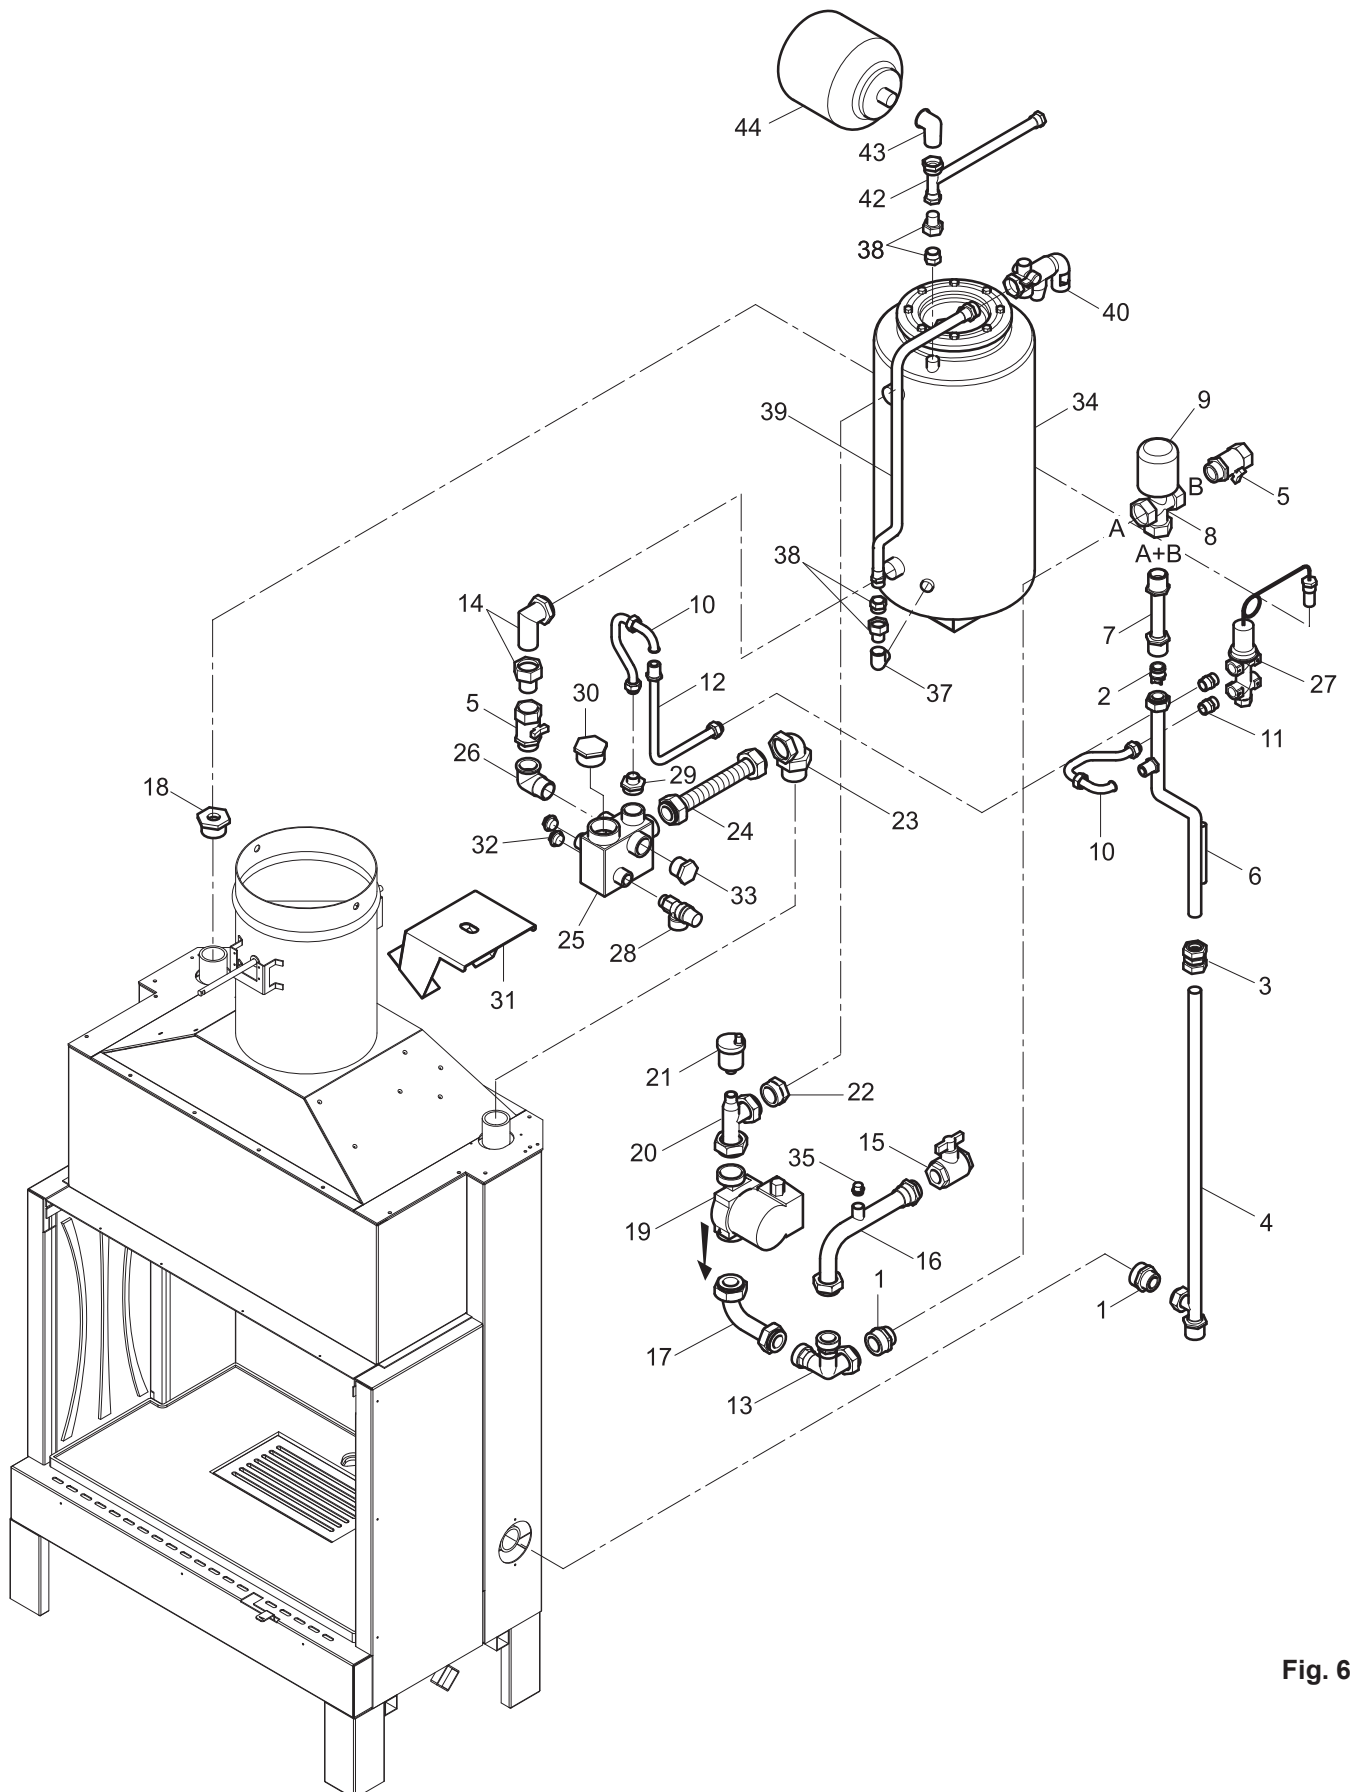

Fig. 6
- La pompa di circolazione 8 (fig. 6) deve essere installata con la freccia nel senso indicato dal disegno. Avendo cura inoltre di poter accedere al tappo sulla testa del motore per eventuali verifiche sulla rotazione del rotore.
La procedura di montaggio del Kit deve avvenire secondo la sequenza di seguito riportata facendo riferimento all'esplo / schema di montaggio di Fig.6.
Para el procedimiento de montaje del Kit debe seguirse el orden indicado a continuación y consultarse el despiece / esquema de montaje de la Fig.6.
La procédure de montage du Kit doit respecter la séquence reportée ci-dessous, ceci en se référant au schéma explosé/schéma de montage reporté Fig.6.